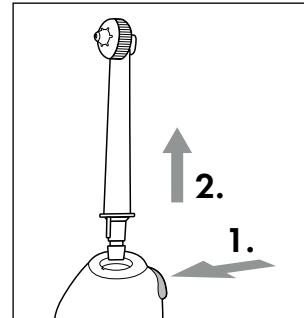

Fig. 3
- ◆ For at tage børstehovedet **②** af skal du trykke på udløserknappen **①** på håndstykket **③** og derefter tage børstehovedet **②** af håndstykket **③** (se fig. 3).